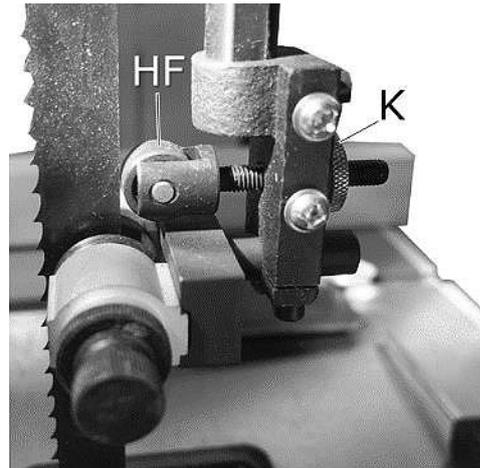

Abb. 15: Hintere Stützrolle
Die hintere Stützrolle (Pos. HF, Abb. 15) verhindert das starke Zurückdrücken des Sägebandes während des Schnittes.
Schritt 2: Zum Einstellen die Klemmschraube (Pos. K, Abb. 15) lösen und die hintere Führungsrolle (Pos. HF, Abb. 15) in einem Abstand von ca. 0,5 mm von der Rückseite des Sägebandes positionieren. Anschließend die Klemmschraube wieder festziehen.